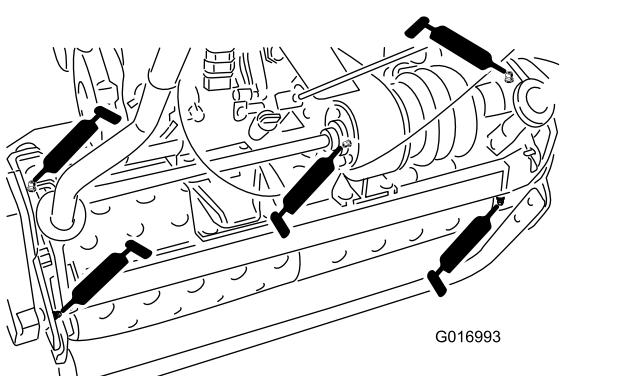

Рисунок 23
- Две на осях барабанов (Рисунок 23)
- Три на дифференциале Рисунок 23)